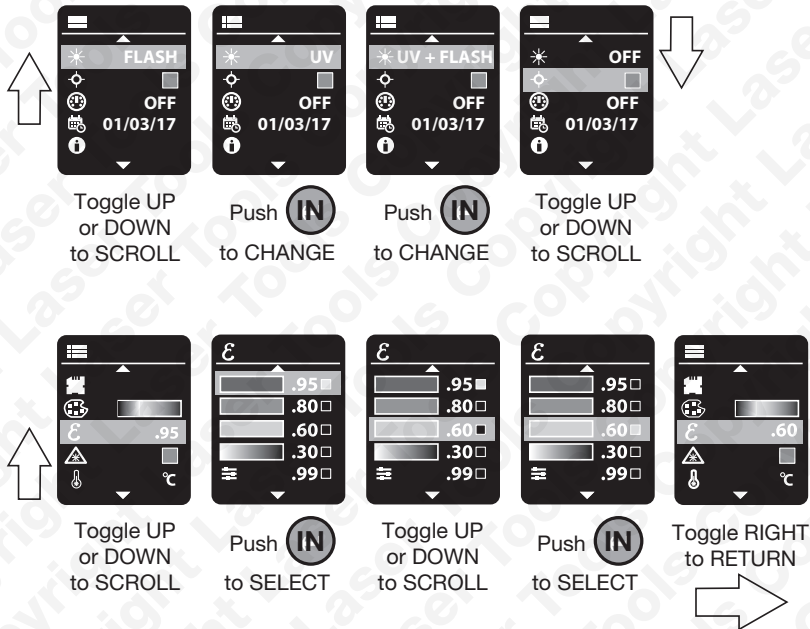

Fig. 5
Umschalter **drücken**, um eine Funktion auszuwählen, anschließend, je nach Funktion, erneut **drücken**, um die Funktionsparameter zu ändern, die Funktion ein- oder auszuschalten oder um ein Untermenü aufzurufen. (Siehe Abb. 5.)
**Emissionsgrad.** Umschalter **drücken**, um ins Untermenü „Emissionsgrad“ zu gelangen (siehe Abb. 5). Wie viel Infrarotenergie von einem Objekt abgestrahlt wird, hängt von seinem Emissionsgrad und seiner Temperatur ab. Der Emissionsgrad ist abhängig vom Material und seinen Oberflächeneigenschaften. Der Emissionsgrad eines Materials ist die relative Fähigkeit seiner Oberfläche, Energie durch Strahlung zu emittieren. Allgemein gilt: Je matter und schwärzer ein Material ist, desto näher liegt sein Emissionsgrad bei 1. Je stärker ein Material reflektiert, desto geringer ist sein Emissionsgrad. Hochglanzpoliertes Silber hat z. B. einen Emissionsgrad von ca. 0,02. Die meisten (90 % der typischen Anwendung) organischen Materialien sowie lackierte oder oxidierte Oberflächen haben einen Emissionsgrad von **0,95**, was der voreingestellte Standardwert der Wärmebildkamera 6515 ist. Anhand der nachfolgenden Emissionsgrad-Tabelle einen geeigneten Wert für den Emissionsgrad des zu scannenden Materials auswählen. Im Untermenü „Emissionsgrad“ nach oben oder unten scrollen, um den gewünschten Wert auszuwählen. Es gibt vier Voreinstellungen: 0,95, 0,80, 0,60 und 0,30. Umschalter zum Auswählen **drücken**, danach Umschalter nach **rechts** drücken, um zum Hauptmenü zurückzukehren. An den vier Voreinstellungen vorbeiblättern, bis das Untermenü für benutzerdefinierte Einstellungen aufgerufen wird. Umschalter nach **oben** oder **unten** drücken, bis der gewünschte Emissionsgrad eingestellt ist. Umschalter nach **rechts** drücken, um diesen Wert zu speichern, erneut Umschalter nach **rechts** drücken, um zum Hauptmenü zurückzukehren.